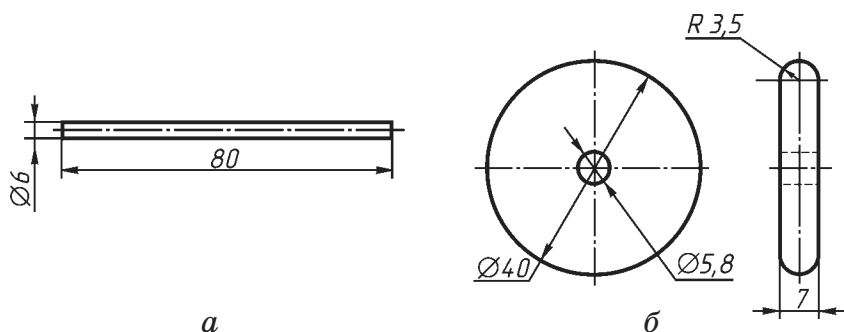

Рис. 63. Чертежи оси (а) и колеса (б)
Оси можно изготовить из стальной проволоки диаметром 6 мм (рис. 63, а), колёса — взять из наборов металлических конструкторов (рис. 63, б). Для неподвижного соединения колёс с осью используют плотную посадку, когда ось большим диаметром (6 мм) вставляется в отверстие в колесе меньшим диаметром (5,8 мм). Эта операция выполняется с помощью молотка.
5. Изготовьте оси из стальной проволоки (см. рис. 63, а).
6. Возьмите из наборов металлических конструкторов колёса (см. рис. 63, б).